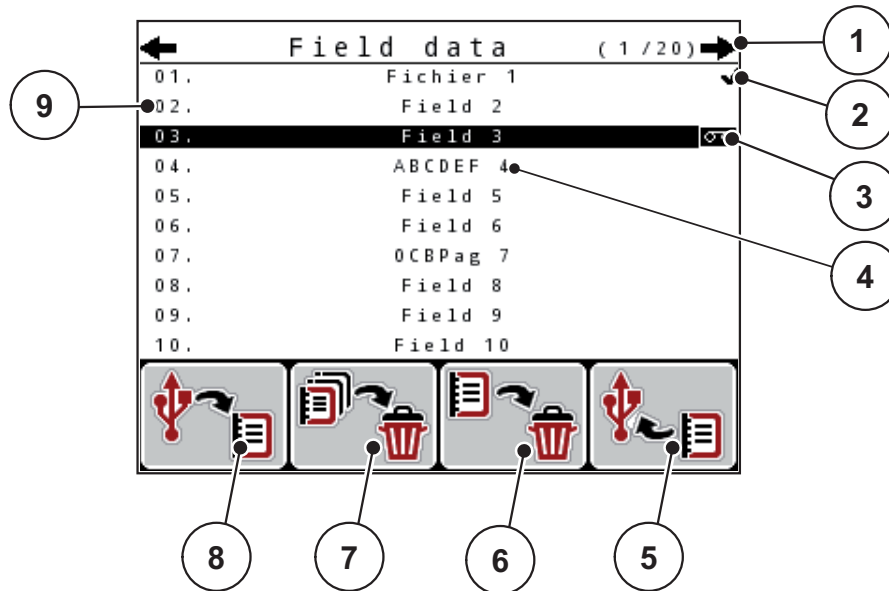

図 4.20: カウントファイルメニュー
3. **削除**アイコンの下のファンクションキー **F3** を押します (図 4.20 を参照)。
2. **全て削除**アイコンの下のファンクションキー **F2** を押します (図 4.20 を参照)。